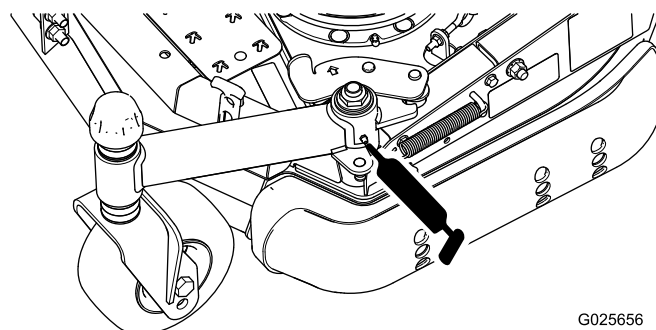

Figura 15
- Perno del braccio della ruota orientabile pieghevole (1) (Figura 15)